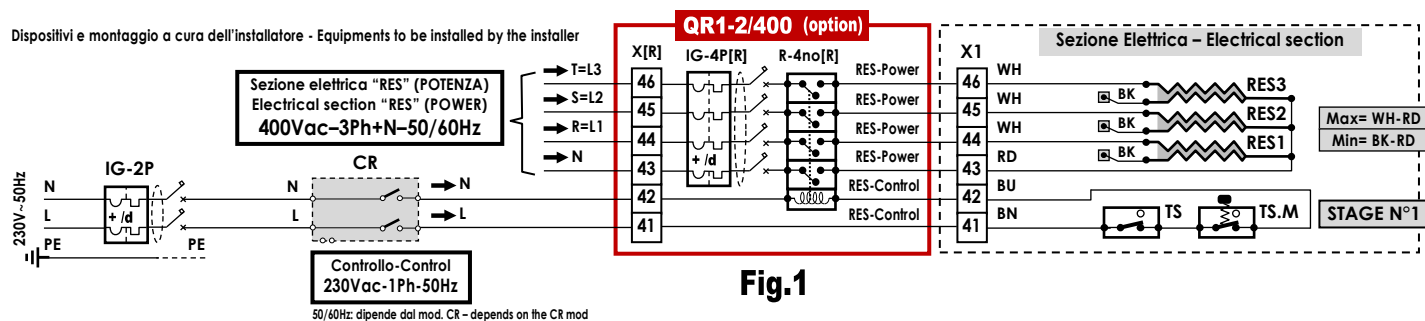
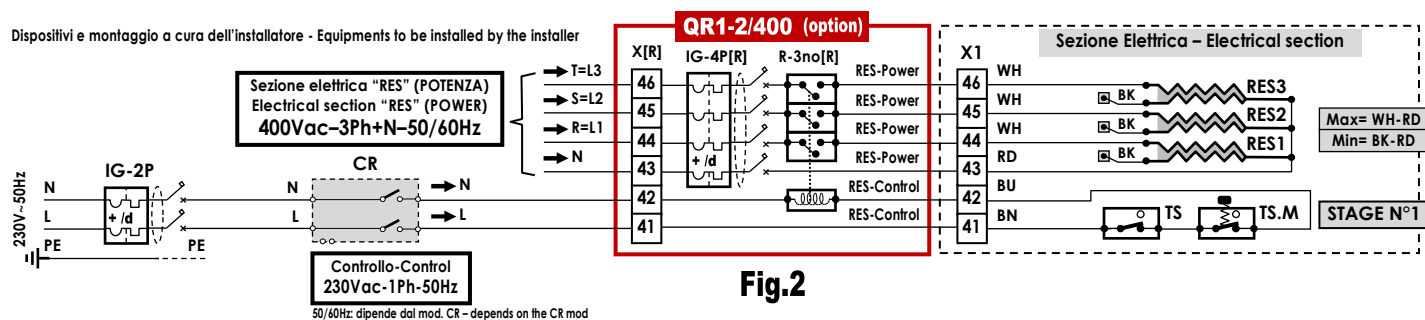

Fig.1
Fig.2
I banchi di resistenze "RES" 400Vac trifase sono costituiti da 3 banchi di resistenze uguali (3 resistenze o loro multipli: 3, 6, 9, 12, 15, ecc.), della stessa potenza (carico equilibrato), con collegamento elettrico a stella, dove gli estremi diventano le 3 fasi R-S-T ed il centro stella diventa il Neutro (Fig.1,2,3).
- Il Relè "R-...no[R]" può essere a 3 o 4 contatti no (no = contatto normalmente aperto), opp. 3 o 4 contatti co (co = contatto in scambio), con (Fig.1) o senza (Fig.2,3) intercettazione del Neutro (in questo caso il Neutro by-passa il Relè).
The banks of resistances "RES" 400Vac three-phase consist of 3 banks of equal resistances (3 resistances or multiples: 3, 6, 9, 12, 15, etc.), with the same power (balanced load), with star electrical connection, where the extremes become the 3 phases R-S-T and the star center becomes the Neutral (Fig.1,2,3).